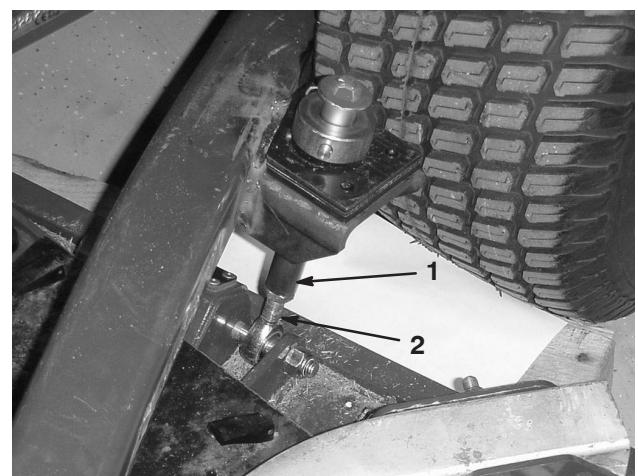

Bild 28
- Lösen Sie die Klemmmuttern unten an den Schnitthöhenstangen (Bild 28).